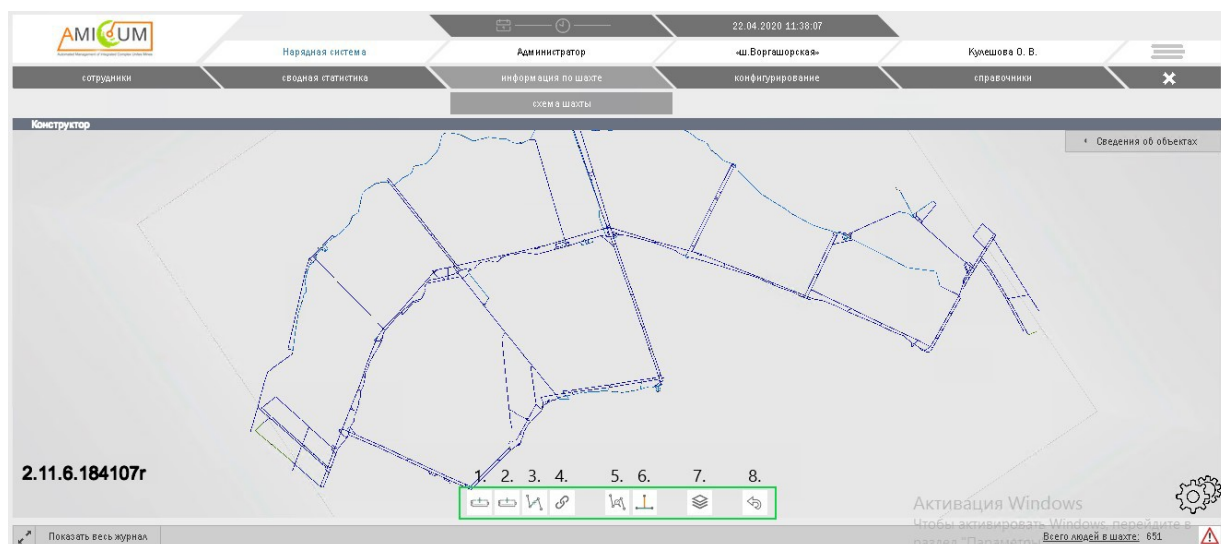

Рисунок 28. Режим конструктора
- 2. Режим конструктора (рисунок 28);